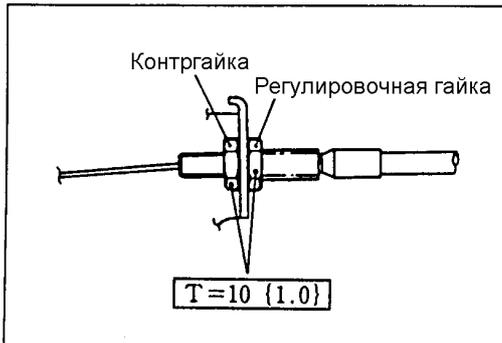

Рис. 10.14
- (1) Ослабьте регулировочную гайку так, чтобы дроссельная заслонка находилась в полностью закрытом положении.
- (2) Затяните регулировочную гайку в том положении, когда трос управления дроссельной заслонкой начинает двигаться, и отрегулируйте свободный ход троса таким образом, чтобы он соответствовал требуемой величине (рис. 10.14)